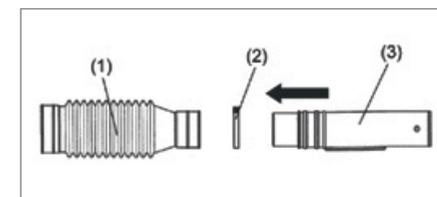

Рис. 1
1. Вставьте поворотную трубу в гибкую трубу и затяните соединение при помощи хомута. (Рис. 1)